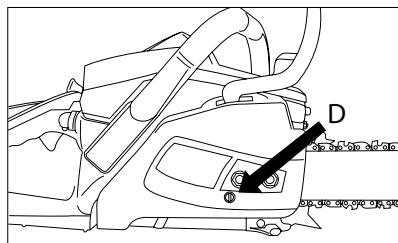

Fig. 11
1. Allentate i dadi di fissaggio (il coperchio di protezione insieme alla piastra del freno), ruotate la vite di regolazione (D) in senso orario per stringere la catena. Per ridurre la tensione della catena ruotate la vite di regolazione (D) in senso antiorario. Assicuratevi che il circuito si trovi lungo tutta la periferia del pneumatico (fig. 11).